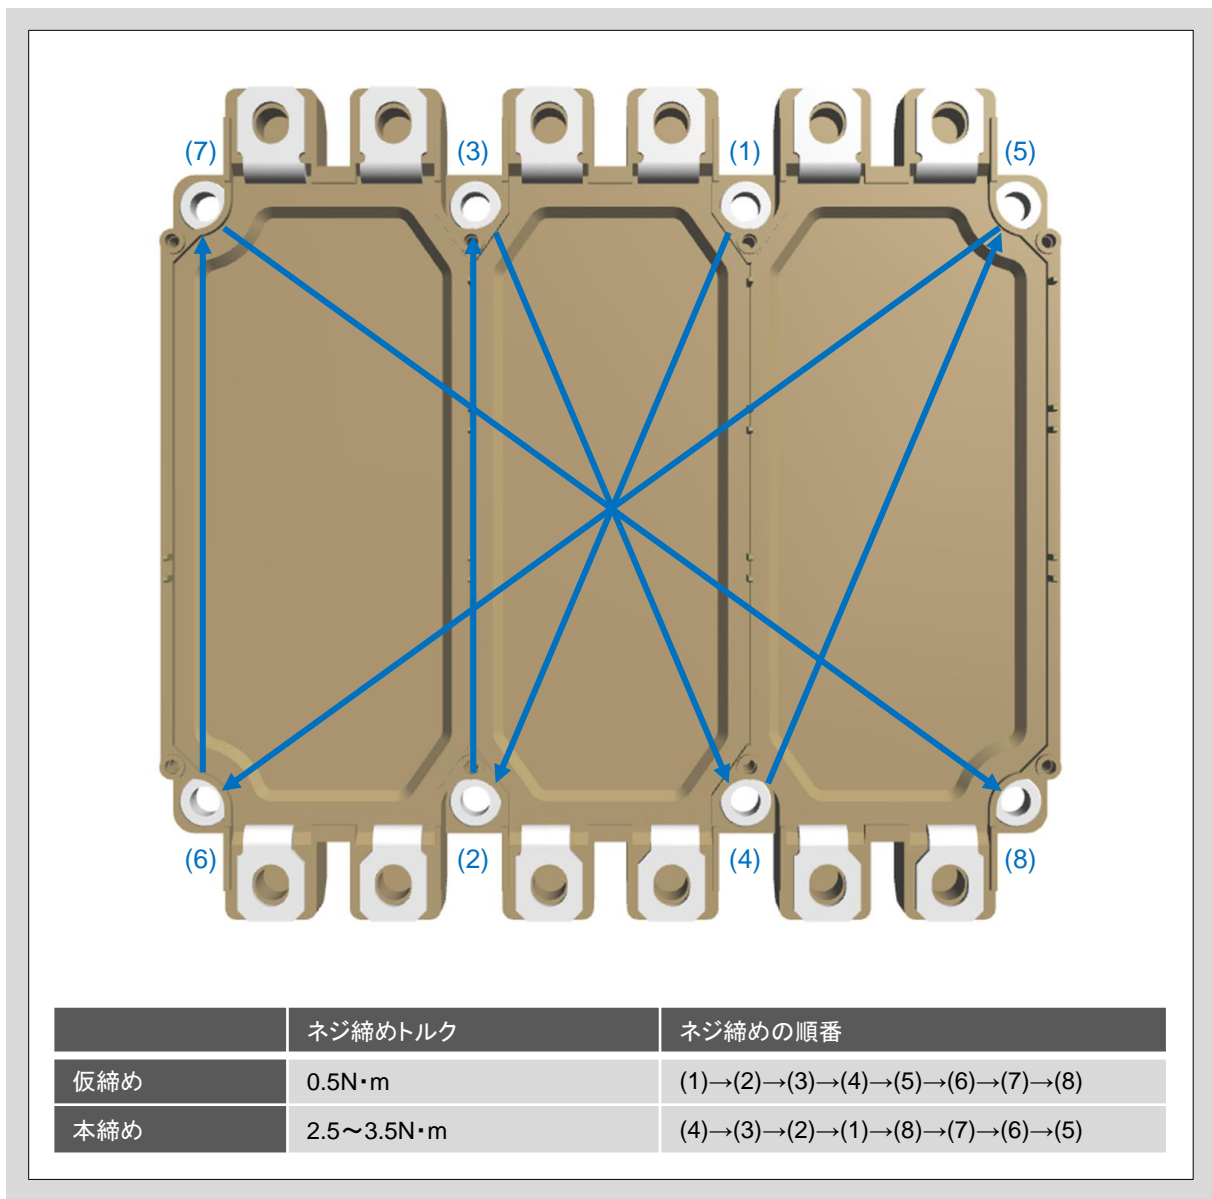

図3 ネジ締めトルク及びネジ締め順序
2. 均等の力で製品を固定するために、0.5N・mで仮締めを行います。図3に締め付け順序を示します。
3. 次に、仮締めと同じ順序で本締めを行います。本締めトルクは図3の範囲内として下さい。